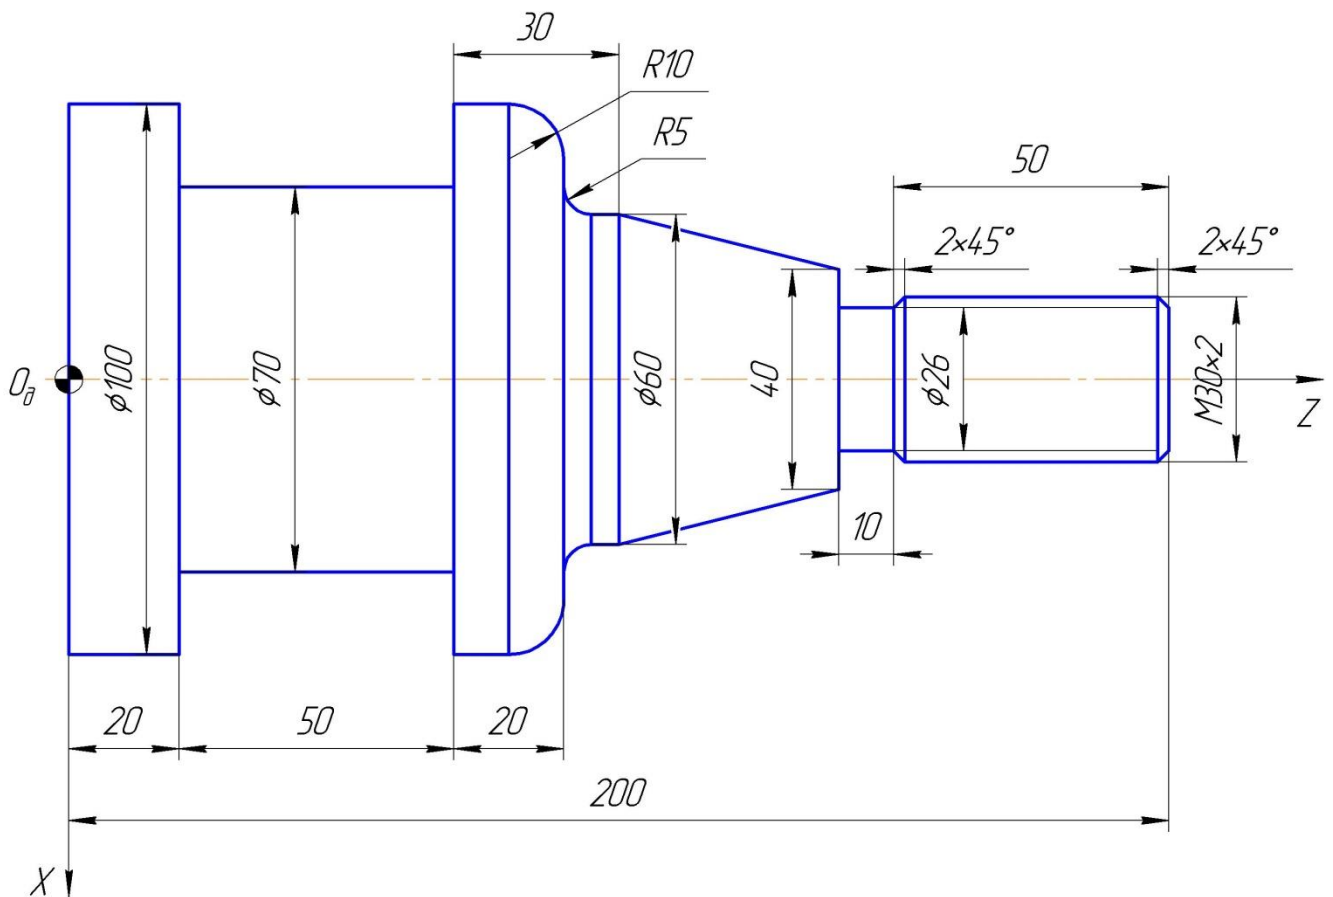

Рисунок 1.9 - Креслення деталі вал
3.1. Заготовкою для деталі вал (рис. 1.9) є прокат.